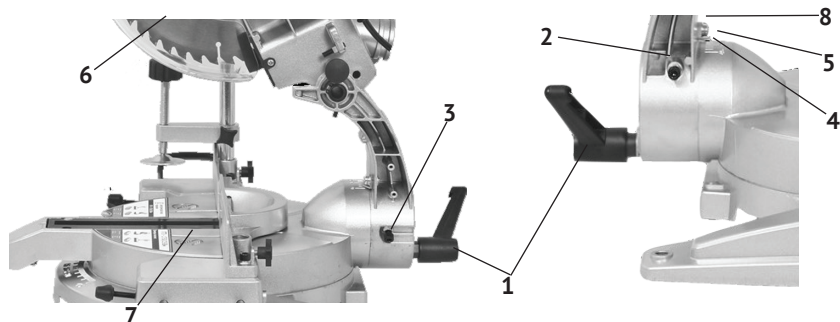

рис.3
- для установки угла наклона необходимо: ослабить стопорный винт (рис.3 поз.1), установить необходимый угол распила по шкале (рис.3 поз.4), поворачивая режущий блок за рукоятку пилы, и надёжно зафиксировать стопорный винт.
- установить рабочий стол (рис.3 поз.7) в нулевое положение;
- ослабить контргайку винта (рис.3 поз.2);
- установить транспортир (электронный угломер), измеряющий угол между плоскостью рабочего стола (рис.3 поз.7) и пильного диска (рис.3 поз.6);
- шестигранным ключом из комплекта поставки поворачивать винт (рис.3 поз.2) до точной установки угла 90° между диском и рабочим столом;
После установки точного положения угла, проверить положение стрелки-указателя (рис.3 поз.5) на шкале (рис.3 поз.4). При несовпадении
с нулевым положением, ослабив винт крепления стрелки (рис.3 поз.8), откорректировать её положение и зафиксировать винтом.
- ослабить контргайку винта (рис.3 поз.3);
- установить транспортер (электронный угломер), измеряющий угол между плоскостью рабочего стола (рис.3 поз.7) и пильного диска (рис.3 поз.6);
- шестигранным ключом из комплекта поставки поворачивать винт (рис.3 поз.3) до точной установки угла 45° (влево) между диском и рабочим столом;